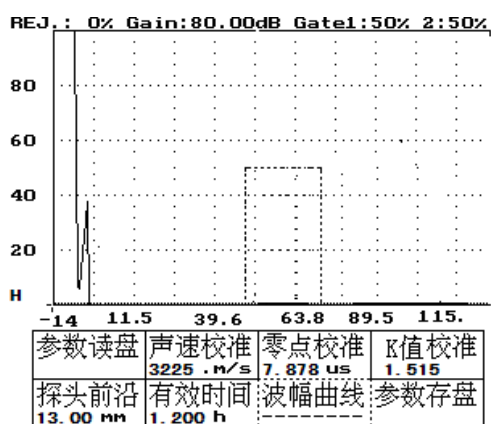

图 18-44
- 4、按方向键——将虚框移到波幅曲线，如图 18-44 所示。